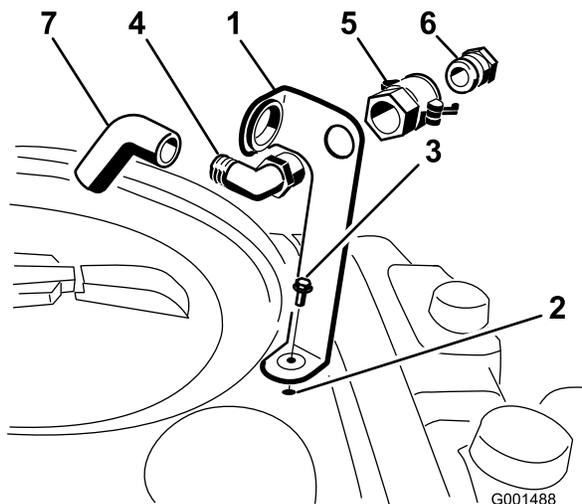

Figura 3
1. Ponete la staffa del connettore di riempimento sopra il foro filettato nel serbatoio, e fissatela con un bullone a testa flangiata (5/16 x 3/4 poll.) (Figura 3).
2. Inserite l'estremità filettata del raccordo a 90° nella staffa ed infilatevi il giunto ad accoppiamento rapido, fissandolo alla staffa (Figura 3).
3. Montate l'adattatore del flessibile nel giunto ad accoppiamento rapido (Figura 3).
4. Bloccate l'adattatore spostando le leve verso di esso, e fissatele con le coppiglie (Figura 3).
5. Installate il flessibile di non ritorno nell'apertura larga della staffa e infilatelo nell'estremità filettata del raccordo a 90° (Figura 3).